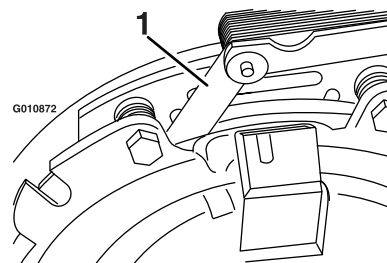
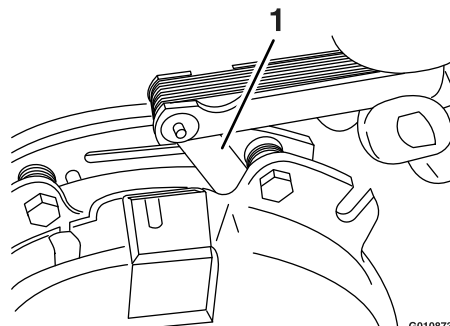

Figura 79
Figura 80
- E. Usando una galga de 0.25 mm (0.01"), compruebe la presencia de un espacio entre el rotor y la cara de la armadura en ambos lados del polo del freno, según se indica en Figura 79 y Figura 80.